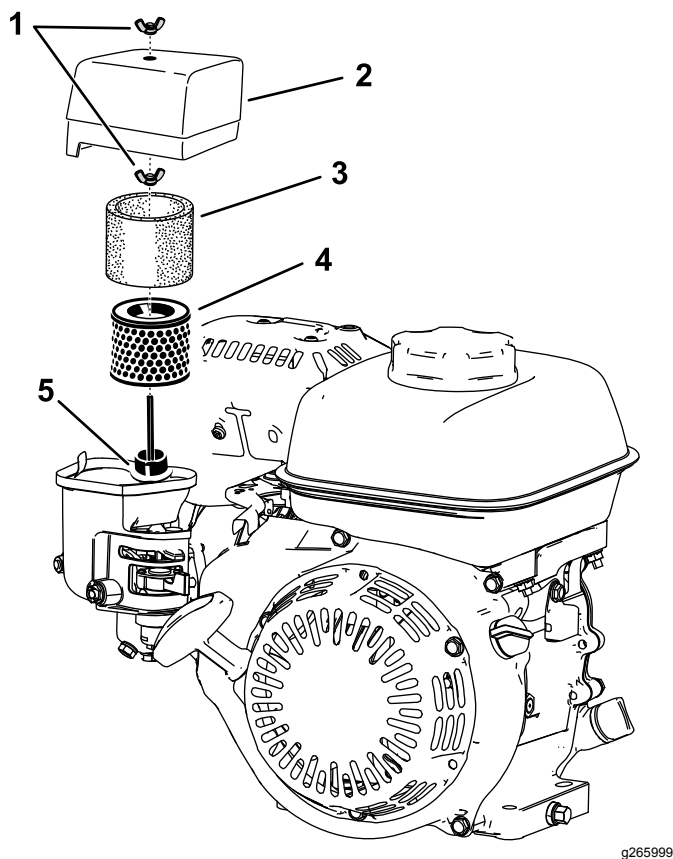

図 19
- エアクリーナカバーを固定している蝶ナットを外す 図 19。